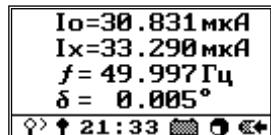

Рисунок 71
7.3.16 Нажатие кнопки **Enter** запускает второй этап измерений. По истечении двух-трех интервалов усреднения, когда на экране будут отображаться стабильные повторяющиеся значения (рисунок 71), нажмите кнопку **Enter** и зафиксируйте набор отображаемых данных (токи I_{o2} и I_{x2}) в качестве результатов второго этапа. При необходимости сохранения измеренных величин на SD-карте нажмите кнопку **↓**.